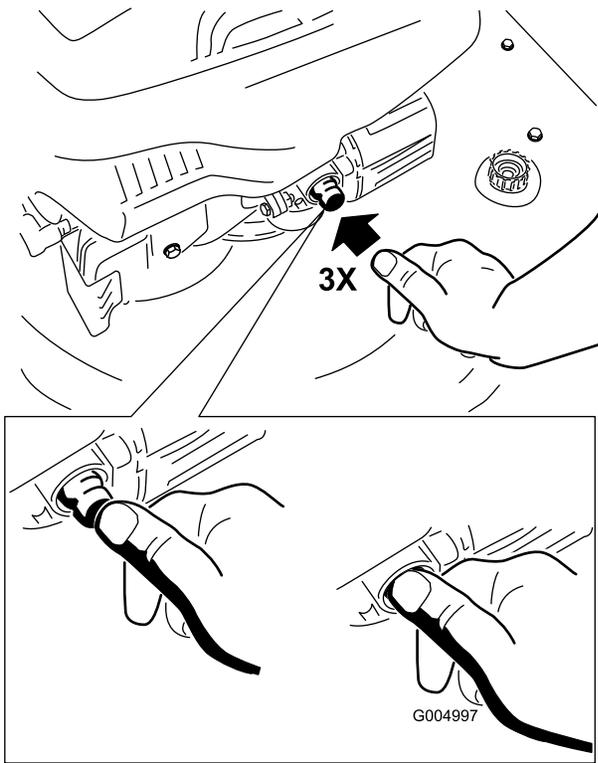

Figura 13
1. Apriete el cebador 3 veces con el dedo pulgar, presionando con fuerza, y manteniendo la presión durante un segundo antes de soltarlo (Figura 13).